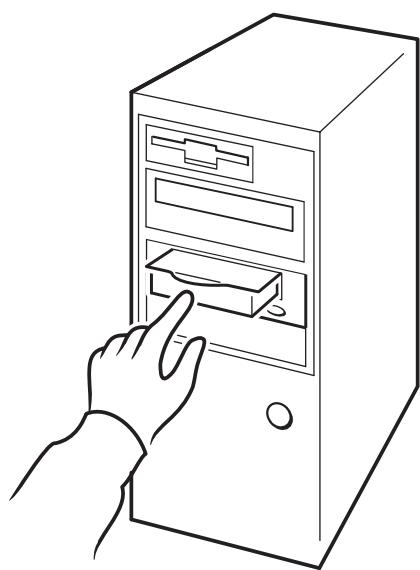

Figure 13a : hp obdr, étape 1
- 1** Insérez la cartouche amorçable la plus récente dans le lecteur (voir figure 13a). La cartouche doit être enregistrée par une application de sauvegarde enregistrant les données sur bande au format CD-ROM.